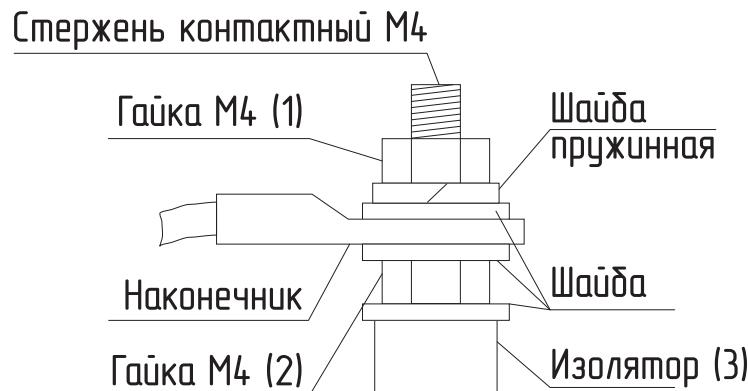

Рис.16 Присоединение проводов к выводам блок ТЭН
- при замене блок ТЭН присоединение фазных проводов к выводам блок ТЭН производить согласно **рис.16**. Сечение кабеля указано в таблице 1 и 2;
- провод нейтрали «N» подключить на перемычку блока ТЭН (**рис.16**).